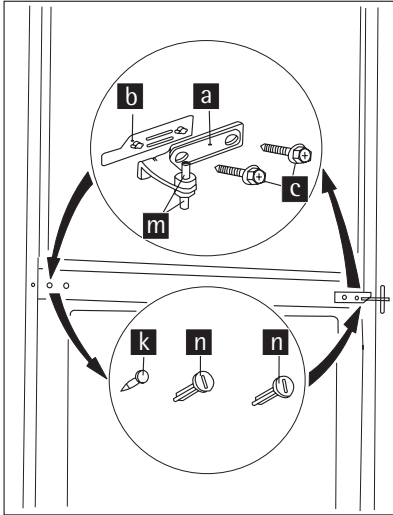

Abb. 1
- Mittleres Scharnier (a) mit Unterlage (b) abschrauben und durch Anheben der beiden Türen entfernen (Abb. 1)
- Blindstopfen am Mittelsteg umsetzen (2xn, k), gegebenenfalls den Blindstopfen (k) durch einen Neuen aus dem Beipack ersetzen. Mittleres Scharnier (a) mit Unterlage (b) um 180° drehen, beide Zapfen (m) in die Türbuchsen einfügen und beide Türen mit dem mittleren Scharnier wieder einsetzen (Abb. 1).
- Mittleres Scharnier festschrauben (c, Abb.1). Darauf achten, dass die Türspalte parallel sind. Die Einstellung erfolgt durch leichtes verschieben des mittleren Scharniers.